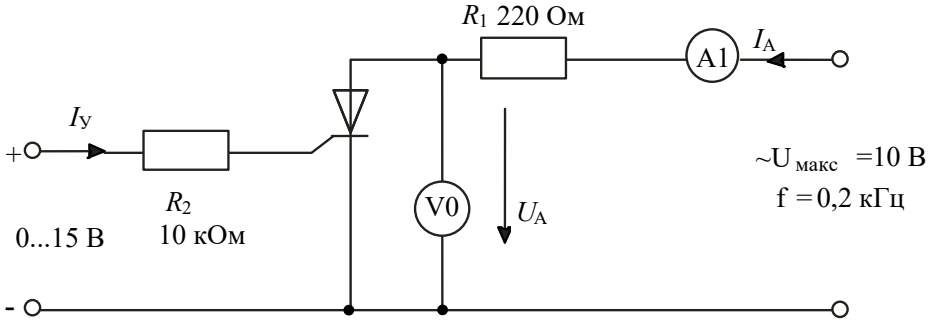

Рисунок 10 – Схема для снятия вольтамперной характеристики тиристора
3.5. Соберите цепь (рис. 10) для снятия вольтамперной характеристики $I_A(U_{AK})$ тиристора с помощью осциллографа (виртуального или электронного). Установите максимальную амплитуду синусоидального напряжения и максимальное значение постоянного напряжения 15 В.